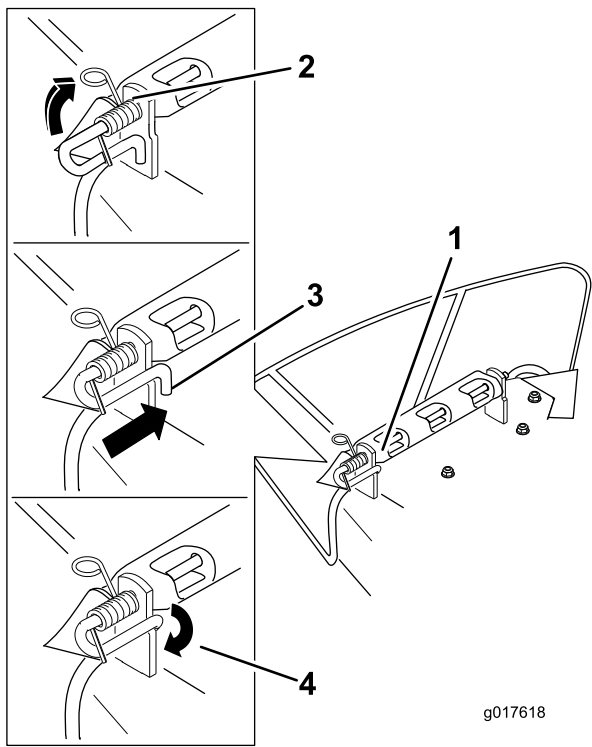

Figure 76
4. Positionnez le nouveau déflecteur d'éjection en plaçant les extrémités du support entre les supports soudés du plateau, comme montré à la Figure 76.
7. Soulevez le côté du ressort avec la boucle et placez-le dans le cran du support de déflecteur (Figure 76).
8. Fixez l'ensemble tige et ressort en le tournant de sorte à placer l'extrémité courte de la tige derrière le support avant soudé au plateau de coupe (Figure 76).